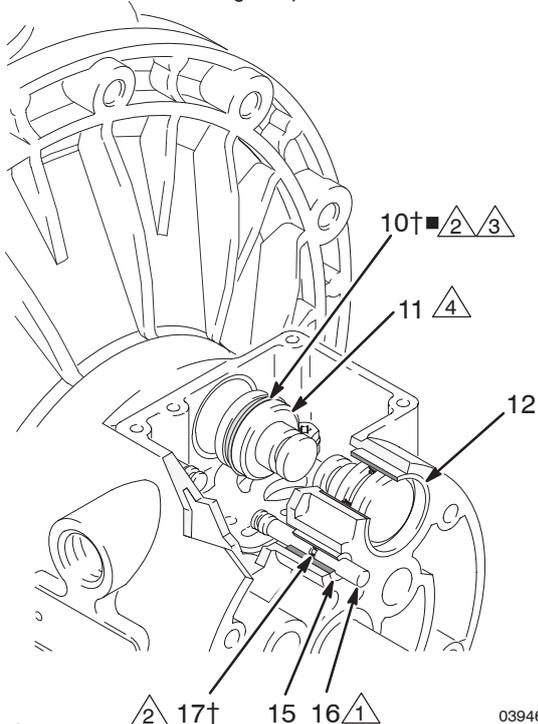

Fig. 8
4. Placer un joint torique (17†■) sur chaque tige d'inversion (16). Graisser les tiges et joints toriques. Insérer les tiges dans les paliers (15), la partie **étroite** en premier. Voir la figure 8.
5. Placer un joint en U (10†■) sur chaque piston (11) de vérin en orientant les lèvres de ces joints vers l'extrémité **étroite** des pistons. Voir la figure 8.
6. Lubrifier les joints en U (10{F1}{H}) et les pistons (11) de vérin. Insérer les pistons de vérin dans les paliers (12) par la {F2}grosse extrémité d'abord. Laisser l'extrémité étroite des pistons apparente. Voir la figure 8.